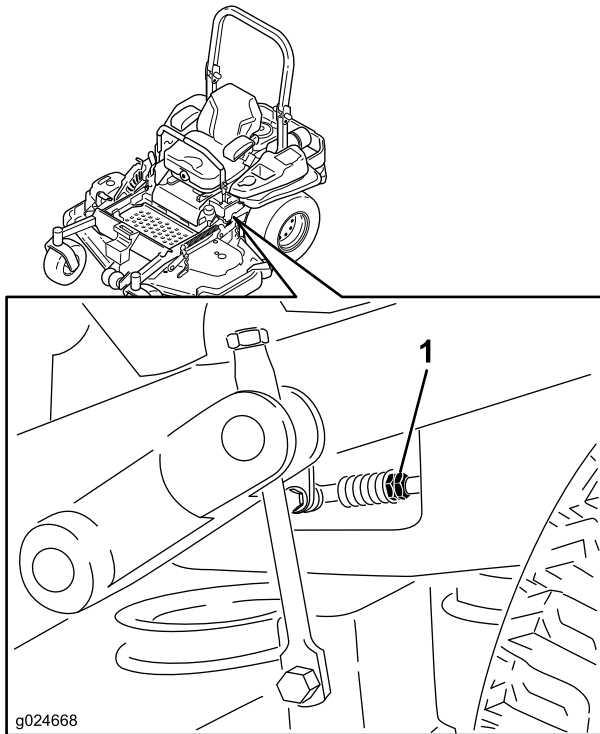

Figura 78
8. Regolate la lunghezza dell'asta di controllo della pompa facendo girare nella direzione opportuna i due dadi sull'asta, finché le ruote si spostano leggermente indietro (Figura 78).